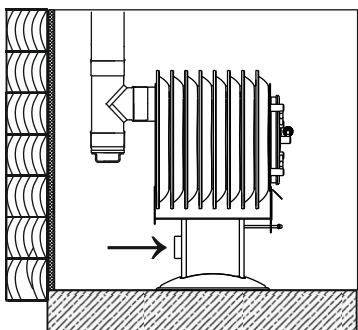

Рисунок 6. Вариант установки печи без подачи уличного воздуха
*Внимание! При установке печи без подачи уличного воздуха (рис.6), необходимо, в обязательном порядке, удалить заглушку патрубка Ø80 мм (15).*